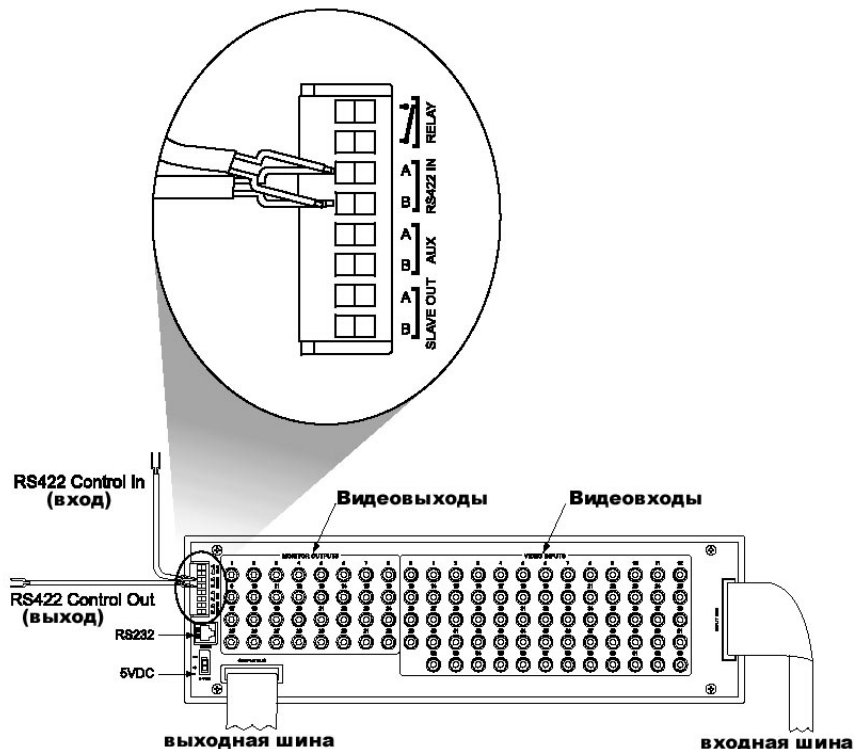

Рис. 6. Разъемы на задней панели блока KTD-440.
- Шаг 3).** Подсоедините все кабели видеокамер к соответствующим входным BNC-разъемам. См. рис. 6.
- Шаг 4).** Подключите все кабели мониторов к соответствующим выходным BNC-разъемам. См. рис. 6.
- Шаг 5).** Снимите клеммную колодку с задней панели блока. См. рис. 6.
- Шаг 6).** Соблюдая полярность, подсоедините кабель/и управления RS422, как показано на рис. 6.
- Шаг 8).** Соедините KTD-440 и другие блоки с помощью ленточных кабелей в соответствии со схемой конфигурации Вашей системы (и/или в соответствии со схемой системы на предыдущей странице) и рис. 6.